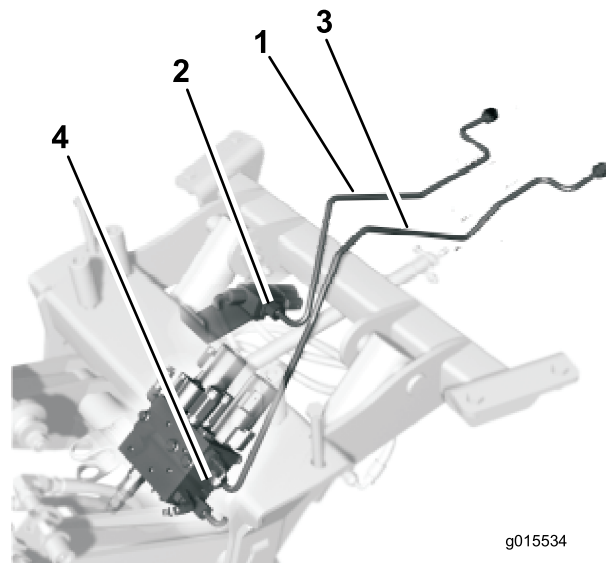

図 4
1. 短い油圧チューブを、バルブの一字フィッティングに仮接続する (図 4)。
2. 長い油圧チューブを、マニホルドの一字フィッティングに仮接続する (図 4)。
2. 短い方の油圧チューブ・アセンブリ (図 4) を走行コントロール・ロッドの周囲に配置する。